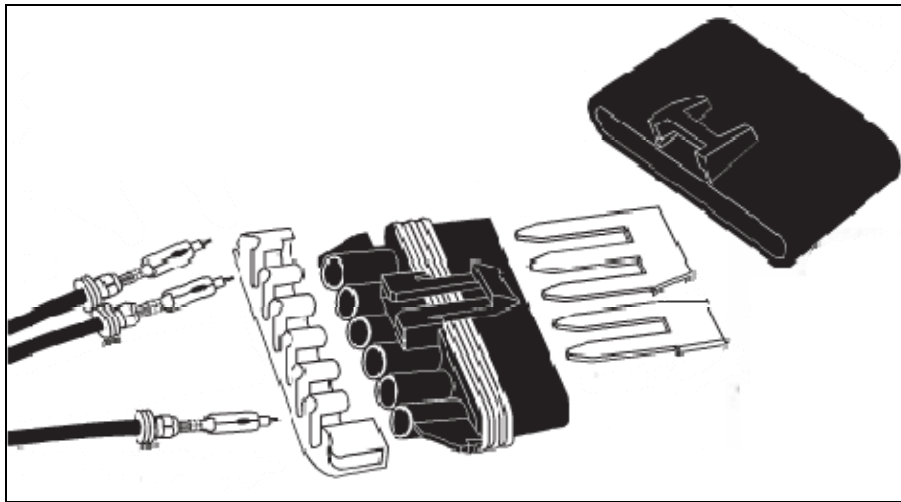

FIGURE 3
6. Couper la lamelle de contact commune 564138 afin d'avoir une lamelle de contact 2-positions et une lamelle de contact 3-positions (figure 3).